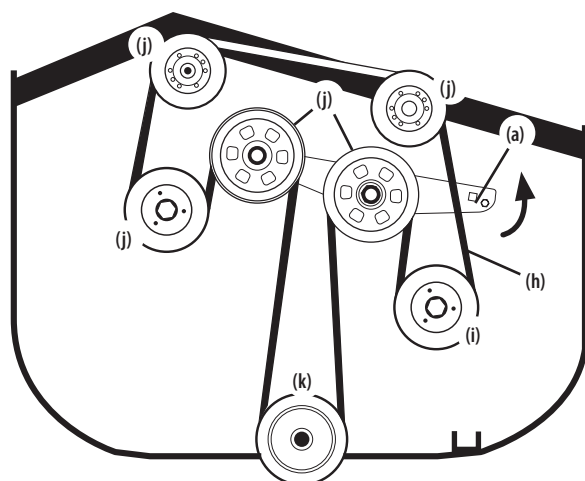

Figura 39
5. Con una herramienta de 1/2" (12.7 mm) en el soporte de la polea loca (g), gire la llave hacia el frente de la cortadora de césped y deslice la correa de transmisión de la PTO (h) para sacarla de la polea del husillo de la derecha (i) (Figura 39).